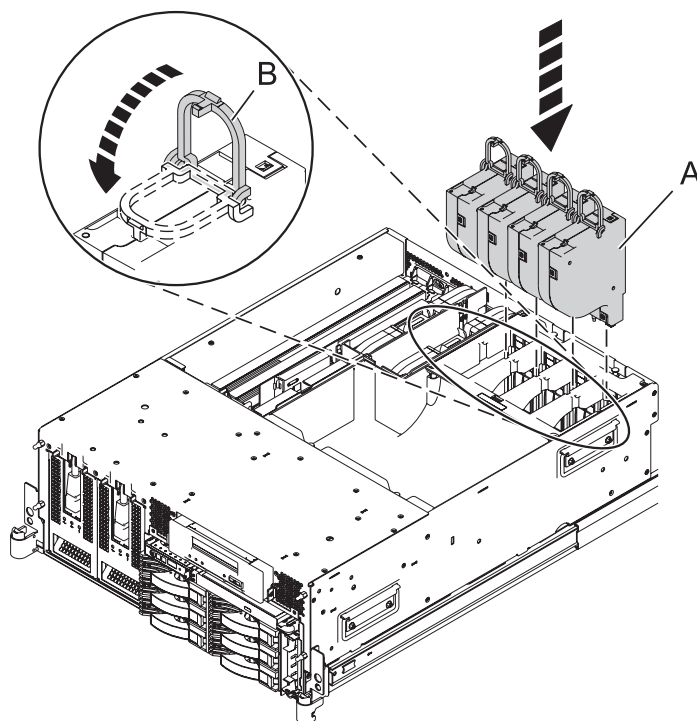

Figure 19. Remplacement des ventilateurs
16. Remplacez les ventilateurs (A) et sécurisez chacun des taquets d'extraction (B) comme illustré à la figure 19.